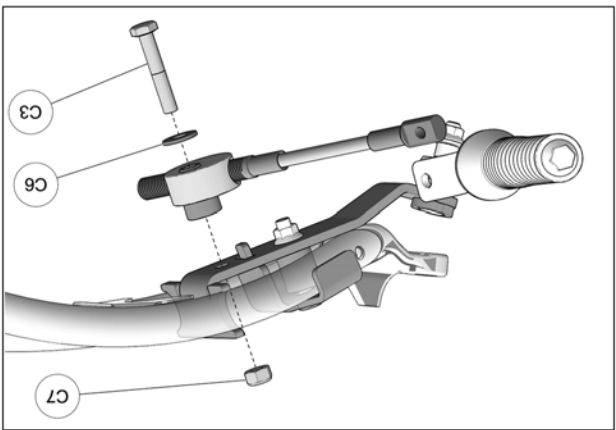

Fig. 19
12. Assembler le boulon (C3), la rondelle (C6) au disque en aluminium du limiteur de conduite; insérer le boulon dans le trou sous l'ancrage. Fixer le limiteur de conduite en place en utilisant l'écrou (C7) par le dessus. Serrer l'écrou à un couple de 50 N.m [37 lb•pi]. Voir la Fig. 19